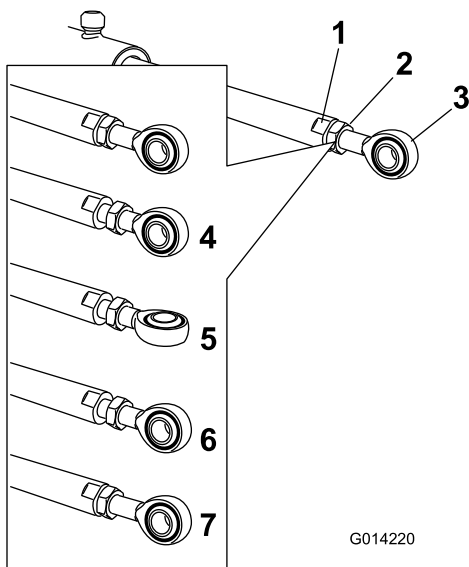

Figura 97
5. Utilize uma chave nos lados planos da barra do acionador para o imobilizar e, em seguida, desaperte a porca para permitir que a barra do olhal seja manipulada (Figura 97).
- Rode a barra do olhal na barra do olhal para diminuir ou aumentar o acionador estendido para a posição desejada (Figura 97).